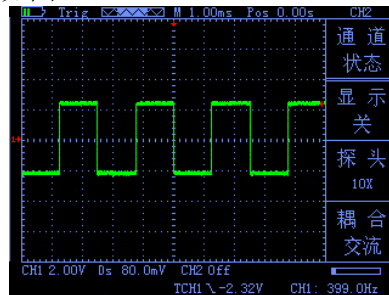

图 2-8
- 按“CH2” → “显示关”，设置 CH2 通道波形不显示。如图 2-8